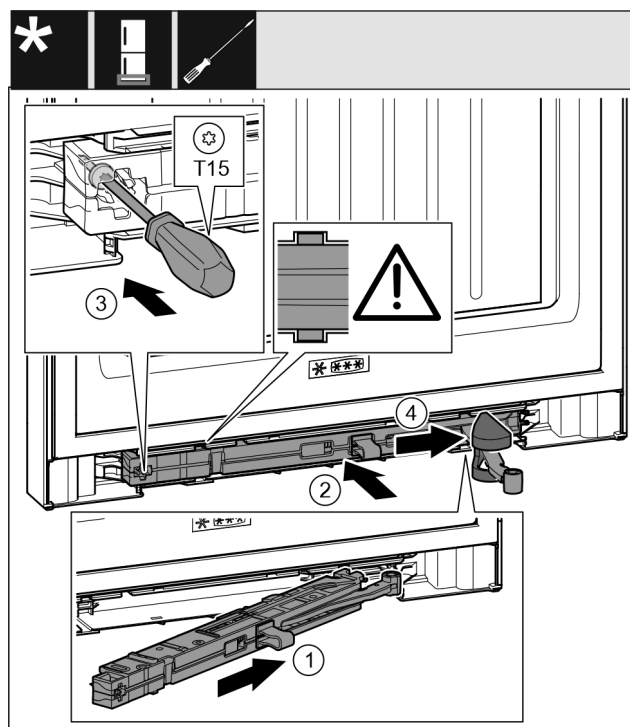

Fig. 68
- ▶ Côté support de palier, pousser l'unité d'amortissement de fermeture Fig. 68 (1) jusqu'en butée de biais dans l'évidement.
- ▶ Pousser complètement l'unité d'amortissement de fermeture Fig. 68 (2) dans l'évidement.
- ▶ Serrer la vis Fig. 68 (3) avec un tournevis.
- ▶ Pousser le cache Fig. 68 (4) sur la jointure.